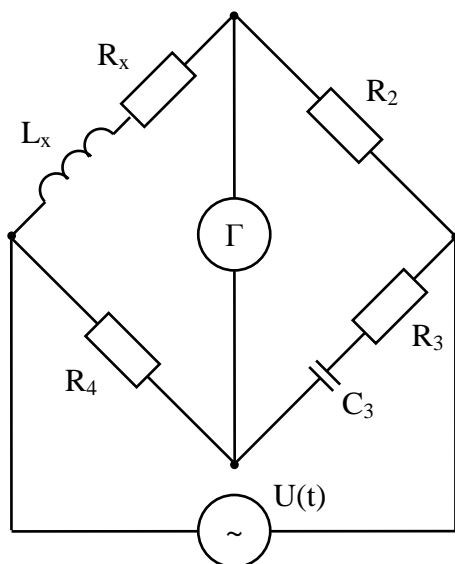

Рис. 8.
22. В схеме моста (рис. 8) измерение тангенса угла потерь $\text{tg}\delta_x$ катушки индуктивности осуществляется при следующих данных: плеча сравнения – $C_3 = 0,1 \text{ мкФ}$ и переменного резистора – $R_3 = 30 \text{ Ом}$. Какое значение добротности при частоте измерения 1000 Гц?